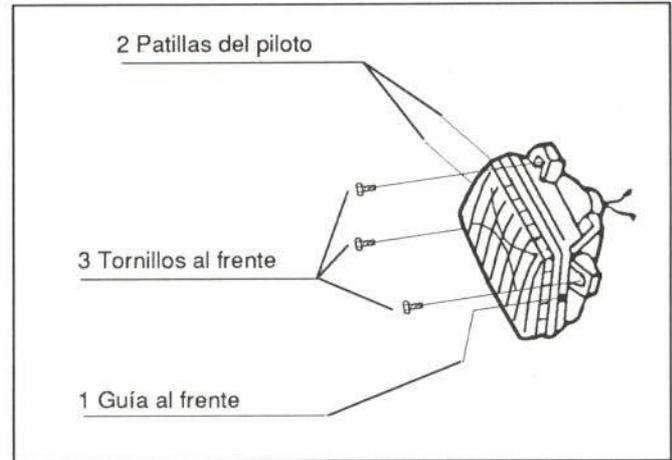

Figura 15.- Fijación de los faros
En la figura 15 se puede observar su fijación.
- Faros (figura 15)
- Faro (figura 15).